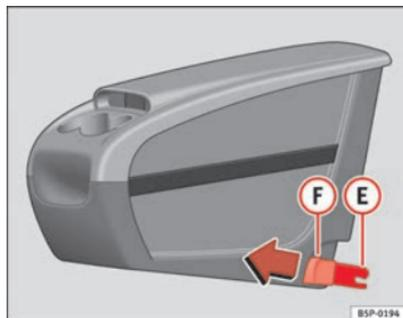
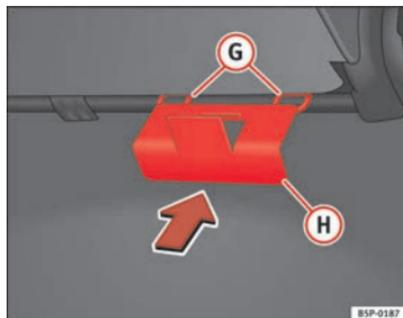

Fig. 111 Rangement mobile. Montage
Fig. 112 Plaques de fixation du rangement mobile
- Placez depuis l'intérieur du véhicule la plaque de fixation **(H)** ⇒ fig. 112 du rangement mobile par la partie arrière du dossier. Elle doit être située entre le dossier et le coussin, dans la zone de la place centrale.
- Mettez face à face les deux pièces de fixation **(E)** ⇒ page 153, fig. 111, avec les deux anneaux de fixation **(G)** ⇒ fig. 112 et appuyez fortement jusqu'à ce que les deux pinces s'enclipsent totalement dans les anneaux.
- Tirez sur chacun des boutons ⇒ page 153, fig. 111 **(F)** des pinces (boutons rouges) vers l'avant, jusqu'à entendre leur déclipsage.